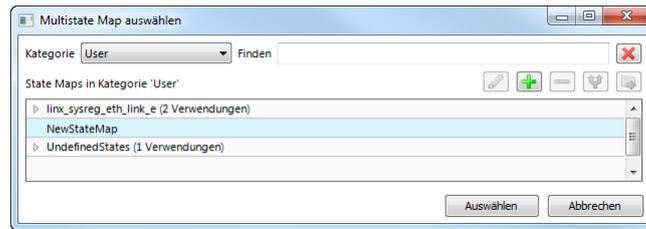

Abbildung 83: Zuweisen von Multi-State-Maps im Multi-State-Map-Manager
1. Klicken Sie auf den **Konfigurieren**  Knopf in der **Aktuelle State Map** Eigenschaft eines Multi-State-Datenpunkts. Daraufhin öffnet sich der Dialog **Multistate Maps verwalten** wie in Abbildung 83 abgebildet.